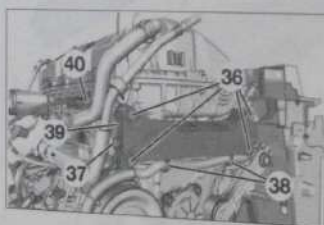

Fig. 78
- Déposer les vis (36) et (37) (Fig.78).
- Dégraffer le faisceau (38).
- Déposer le support intermédiaire (39).
- Débrancher le connecteur de l'électrovanne (40).